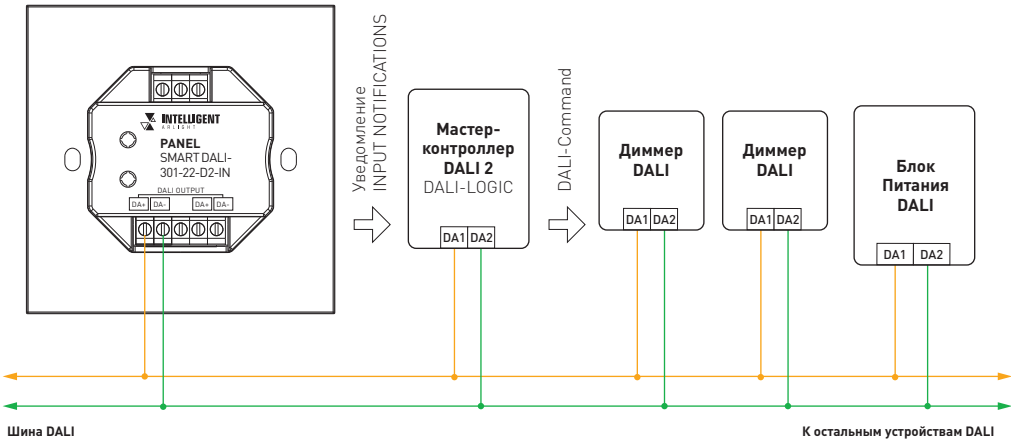

Рис. 3. Подключение панели
- Шаг 2. Подключите панель в соответствии со схемой (рис. 3). Убедитесь, что схема собрана правильно, все соединения выполнены надежно, отсутствуют короткие замыкания в проводах.